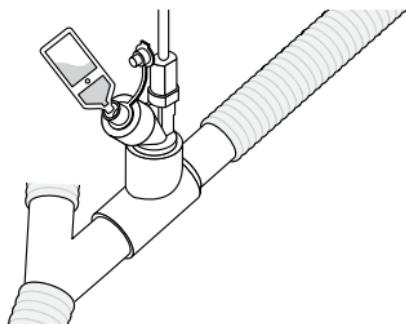

Abbildung 14. Füllen des Verneblers mit einer vorgefüllten Ampulle
2. Eine vorgefüllte Ampulle oder Spritze verwenden, um das Medikament in den Einfüllanschluss des Verneblers einzufüllen (Abbildung 14).